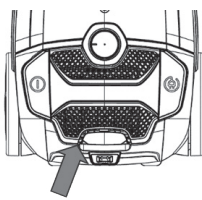

Fig. 16
3. Curățați filtrul de ieșire: deschideți capacul de ieșire și scoateți cadrul și filtrul HEPA. Spălați-l și instalați-l după ce filtrul s-a uscat complet. (Fig. 16/17).